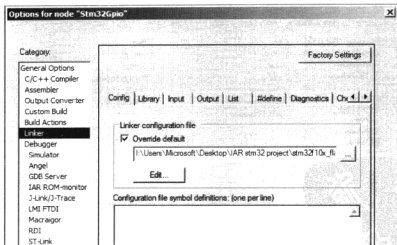

图 6.1.9 选择脚本文件
c) 切换至 Linker 界面 Config 选项卡, 选中 Overloader default, 并在下面的路径框中选择 IAR stm32 project 文件夹下的 stm32f10x\_flash.icf 脚本文件, 如图 6.1.9 所示。